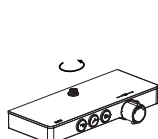

Figure 2
- Retirez le connecteur du rail de levage du panneau de douche thermostatique et enlevez le couvercle en verre (Figure 2/3).